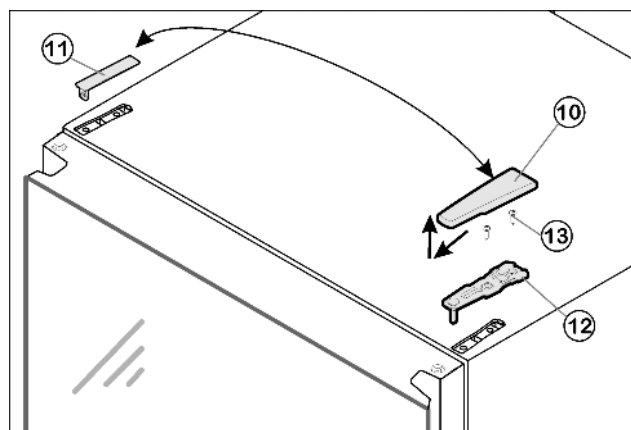

Fig. 8
- ▶ Wyjąć osłonę Fig. 8 (10) do przodu i do góry.
- ▶ Podnieść osłonę Fig. 8 (11).
- ▶ Odkręcić górną płytkę zawiasu Fig. 8 (12) (2 razy Torx® 25) Fig. 8 (13) i wyjąć ją do góry.
- ▶ Włożyć w drzwi górną płytkę zawiasu Fig. 8 (12) po nowej stronie zawiasów.
- ▶ Górną płytkę zawiasu przykręcić mocno (z siłą 4 Nm) (2xTorx® 25) Fig. 8 (13). Ewentualnie nakłuć otwory pod śruby lub użyć wkrętarki akumulatorowej.
- ▶ Zazębnić osłonę Fig. 8 (11) i osłonę Fig. 8 (10) odpowiednio po przeciwległej stronie.